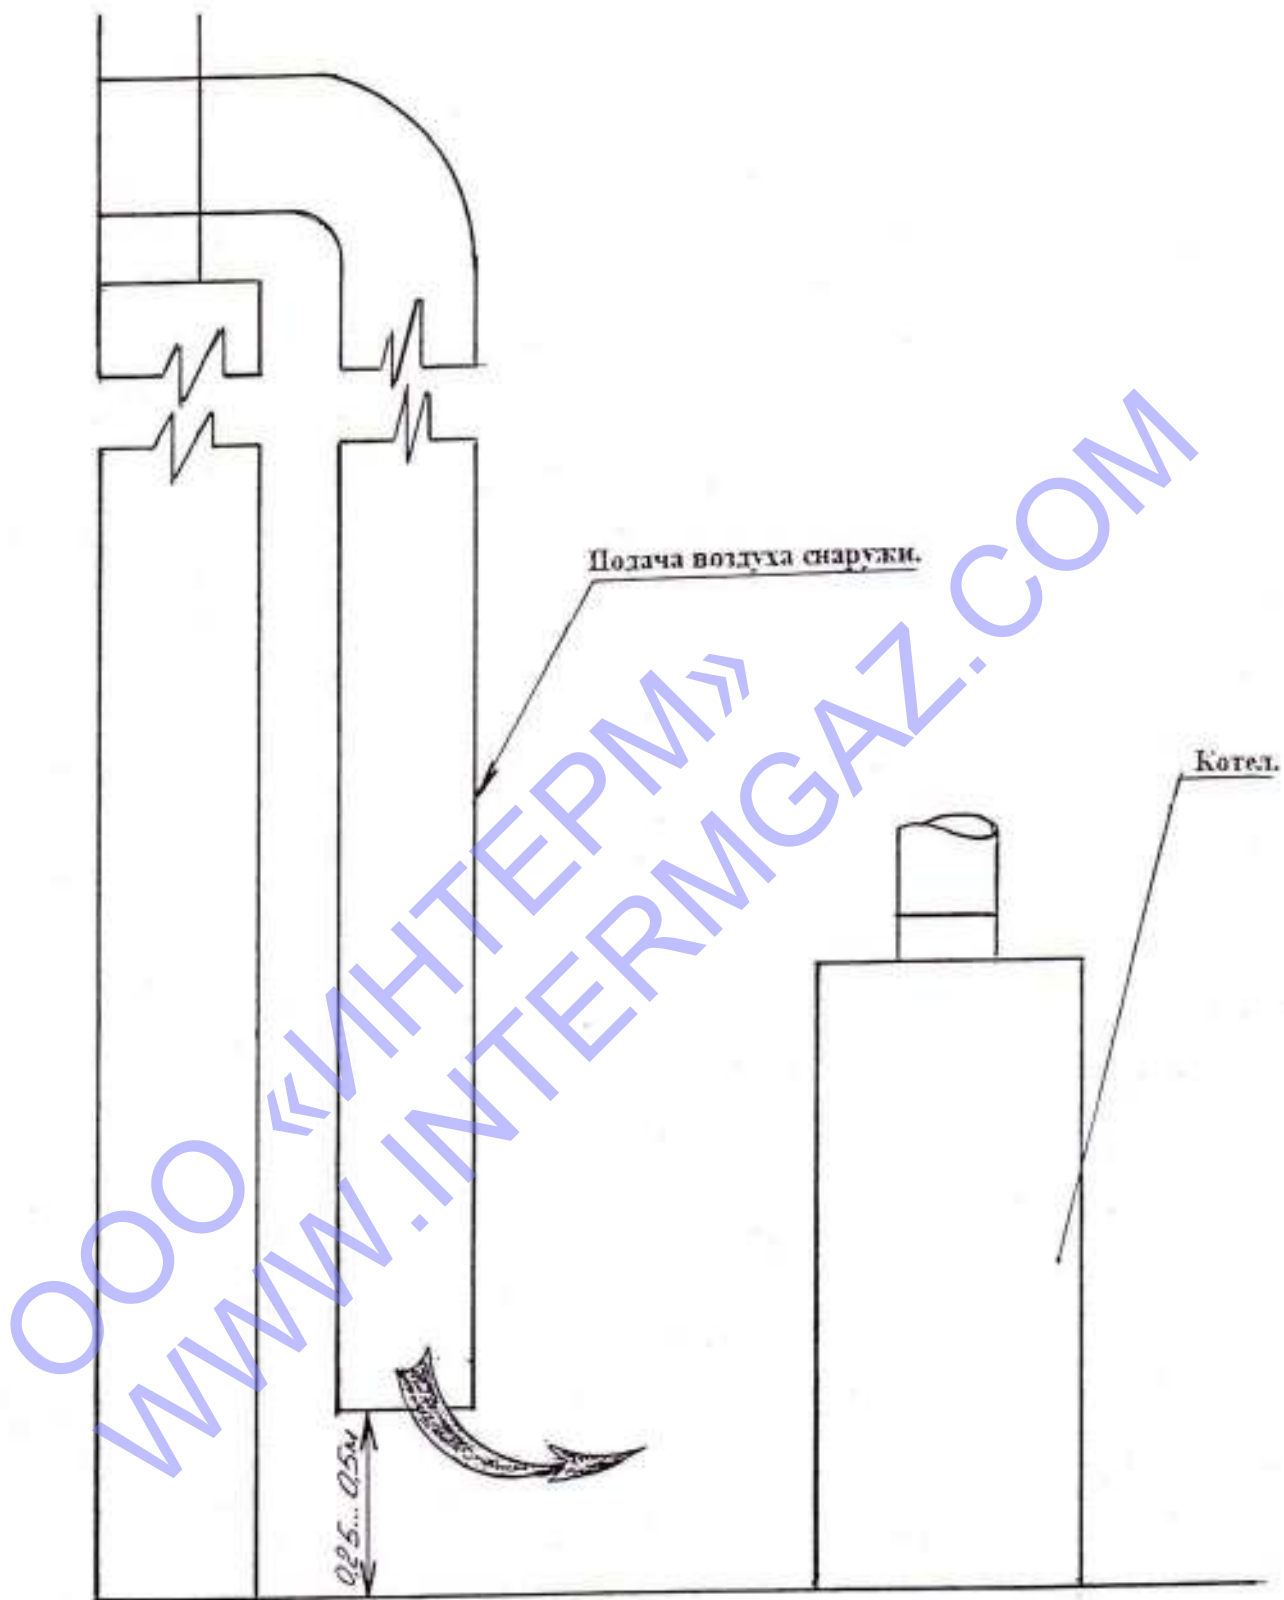

Рис. 8 Подача воздуха в герметично закрытое помещение.
5.2. Помещение, где устанавливается котел, обязательно должно иметь свободный доступ воздуха извне и вентиляционную вытяжку у потолка. Необходимый для горения воздух в помещение может поступать через неплотности и щели в окнах, дверях и т.д. Достаточность воздуха, проникающего данным образом в помещение или необходимость устройства специальных каналов /воздуховод, см. рис.8/ зависит от конкретного помещения, мощности котла, наличия других приборов-потребителей воздуха /кислорода/. В данном вопросе рекомендуется посоветоваться со специалистами. В любом случае следует руководствоваться следующими нормами: